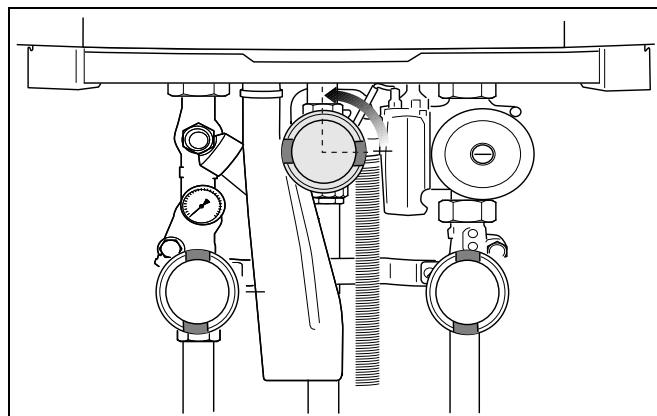

Рис. 72 Открытие крана для подачи газа
- Медленно открыть газ. Для этого нажать кран для подачи газа и повернуть влево на  $\frac{1}{4}$  оборота (рис. 72).
- Медленно открыть газ. Для этого нажать кран для подачи газа и повернуть влево на  $\frac{1}{4}$  оборота (рис. 72, стр. 53).
- Снова открыть кран подачи газа. Для этого нажать кран для подачи газа и повернуть влево на четверть оборота (рис. 72).